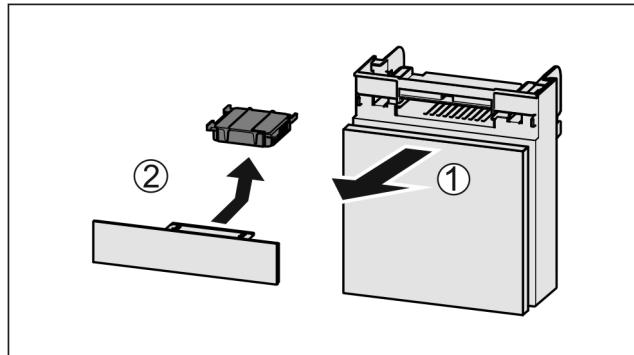

Fig. 76
- Вытяните Fig. 76 (1) отделение движением вперед.
- Извлечение Fig. 76 (2) фильтра с активированным углем.